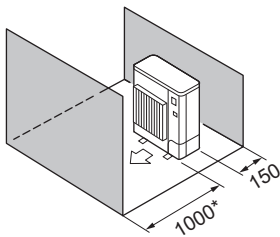

Fig. 2-11
(5) Hindringer kun foran og bak (Fig. 2-11)